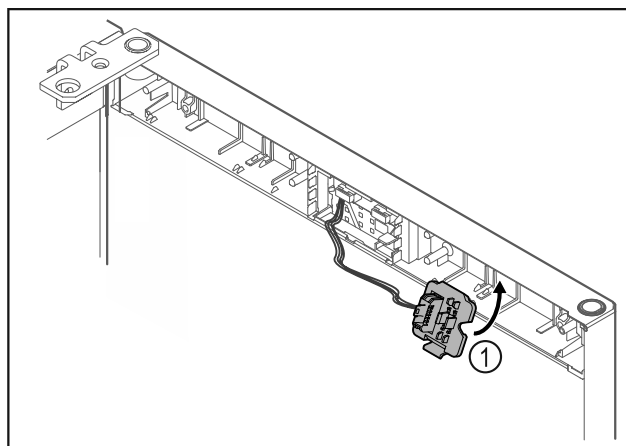

Fig. 17
- ▶ Sett pluggholderen Fig. 17 (1) fast på motsatt side.